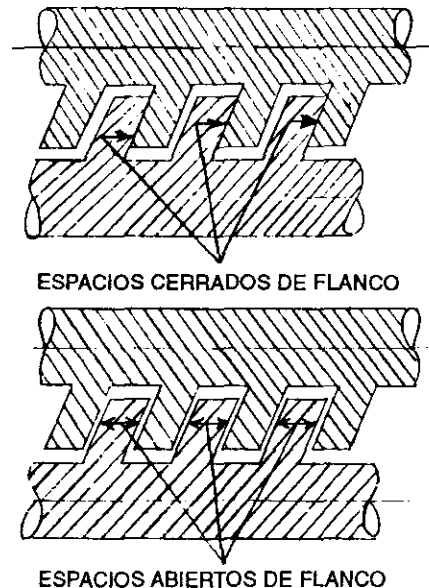

Fig. 8-2
15. Engrane juntas las hélices del extremo de acople. Mantenga fijo un eje y haga girar el otro. La acción de enroscado de las hélices engranadas arrastrará axialmente el eje girado. Gire un eje según sea necesario para dejar al ras los extremos de los engranajes de sincronización de ambos ejes. Una vez que logre esto, gire el mismo eje un poquito en sentido opuesto. Al hacer esto mientras se mira el punto de engrane de la hélice, podrá ver como se abre el espacio de flanco (espacio entre la paleta de la hélice engranada). Vea la fig. 8-2.